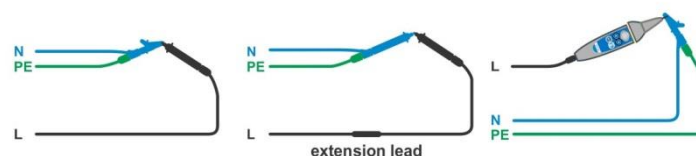

Abbildung 7.30: Kurzgeschlossene Prüflleitungen
- › Schließen Sie das Prüfkabel am Prüfgerät an und schließen Sie die Prüflleitungen miteinander kurz, siehe **Abbildung 7.30**.